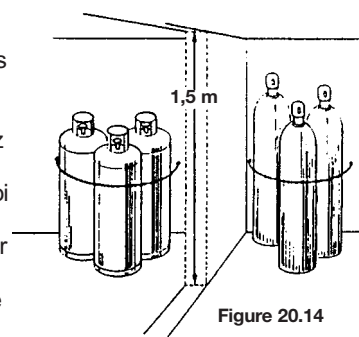

Figure 20.14
- N'entrez pas les bouteilles d'oxygène à moins de 6 mètres d'autres bouteilles contenant des gaz inflammables, à moins qu'une paroi s'interpose entre elles d'une hauteur de 1,5 mètre, ayant un indice de résistance au feu d'au moins 30 minutes (figure 20.14).